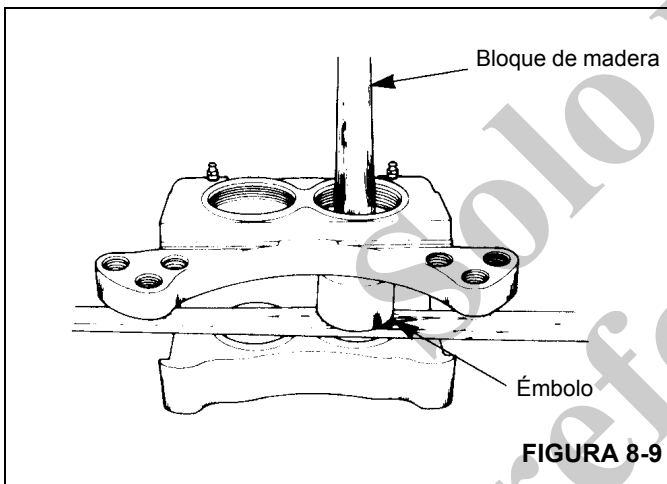

FIGURA 8-9
8. Retire los émbolos del lado de la caja con la placa de montaje. Empuje los extremos de los émbolos para forzarlos fuera por el lado del disco de la caja (Figura 8-9).